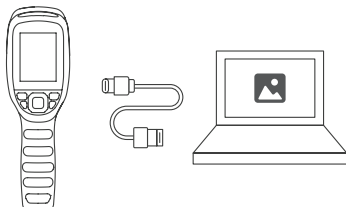

Figura 3.1.1
2. Conecte o TC004 a seu computador com o cabo USB fornecido (veja a Figura 3.1.1).